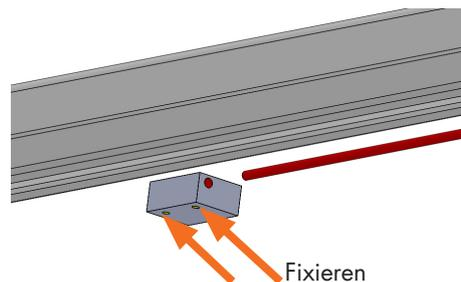

Abb. 17
- Wendelseil durch Bohrung des Klemmstücks führen und mit Hilfe der Gewindestifte (Innensechskant SW 3, in nachstehender Abb. 17 durch die Pfeile gekennzeichnet) im Klemmstück fixieren.